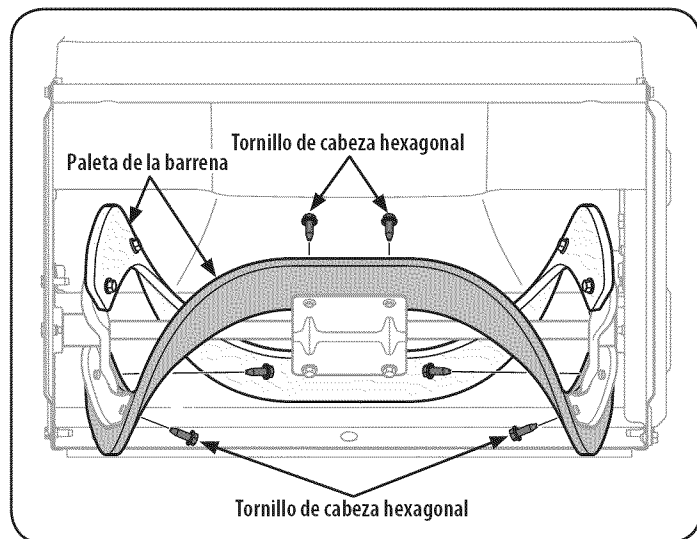

Figura 25
Para cambiar las paletas de caucho, proceda como sigue y consulte la Figura 25:
3. Saque las paletas de caucho ya existentes para lo cual desenrosque los tornillos de cabeza hexagonal que las unen a la barrena. Vea la Figura 25.